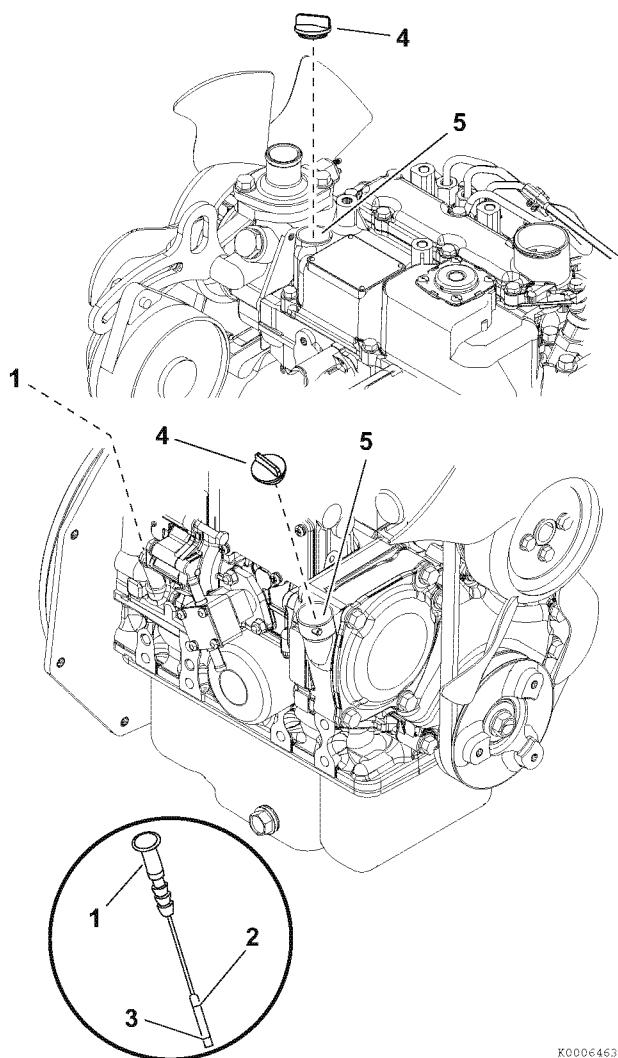

Рисунок 4
2. Извлеките масляный щуп (1, Рисунок 4) и вытрите его чистой тканью.
4. Извлеките щуп. Уровень масла должен быть между верхней (2, Рисунок 4) и нижней (3, Рисунок 4) линиями на щупе.
2. Выньте пробку маслозаливной горловины (4, Рисунок 4).
3. Залейте указанное количество моторного масла через верхнюю или боковую маслозаливную горловину (5, Рисунок 4).
7. Вставьте пробку маслозаливной горловины (4, Рисунок 4) на место и затяните ее рукой. При чрезмерно сильной затяжке пробка может повредиться.